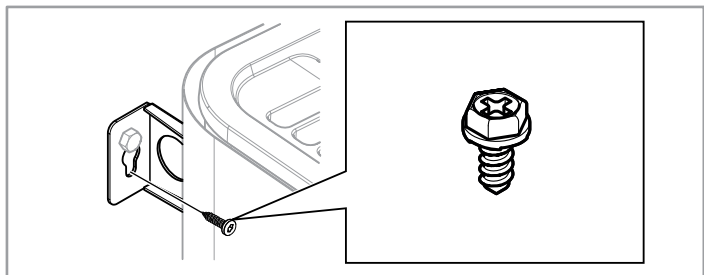

Fig 15: Konsolens låsskrub
10. Lås aggregatet på plats med låsskruven se Fig 15.